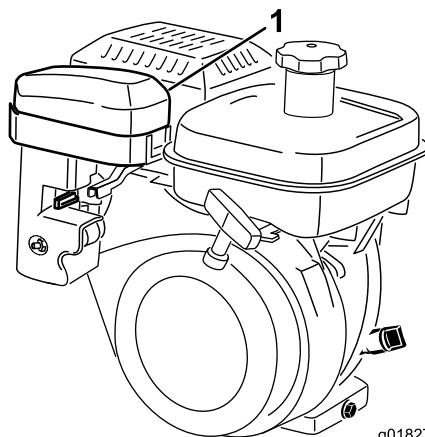
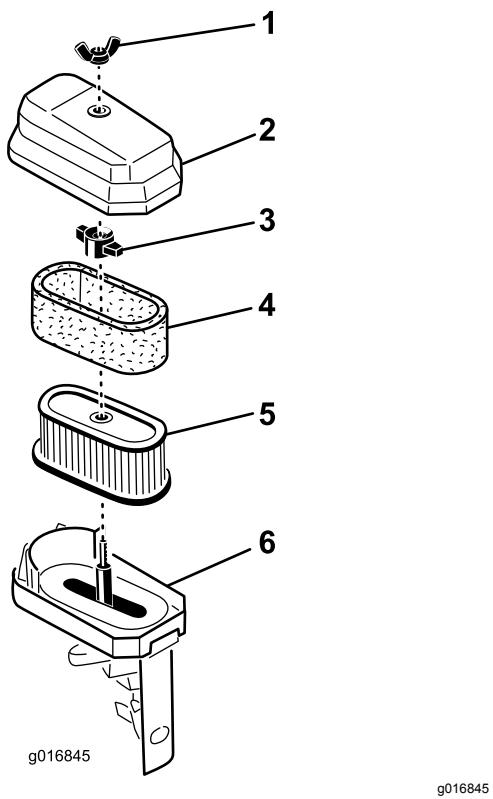

Figura 36
Figura 37
2. Retire la tuerca de orejeta que sujetla la tapa del limpiador de aire al limpiador de aire, y retire la tapa. Limpie la tapa a fondo (Figura 36 y Figura 37).
3. Si el elemento de gomaespuma está sucio, sepárelo del elemento de papel (Figura 37). Límpielo a fondo.